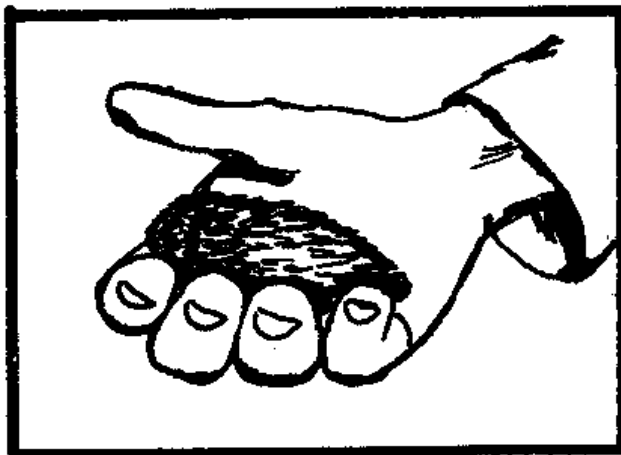

Fig. 7 - Determining
(3) la Mezcla él completamente de nuevo, por que se lo vuelve encima de con un cavan con pala.
40. Testing para la Cantidad Correcta de Moisture. La cantidad correcta de La humedad de ha terminado rápidamente sabia experience. para probarlo, apriete un El manajo de del mixture. (Vea Fig. 7.)